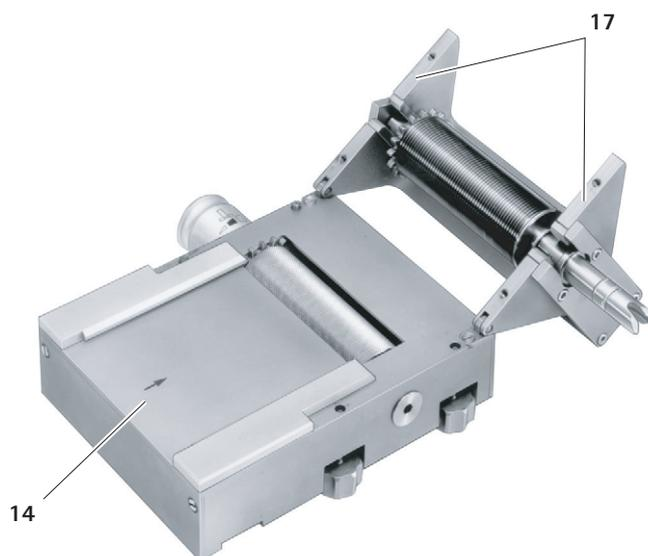

Fig. 2
- ▶ Articular a parte superior 17, ver Fig. 2.
- ▶ Dobrar a parte superior 17 sobre a parte inferior 14, ver Fig. 2.